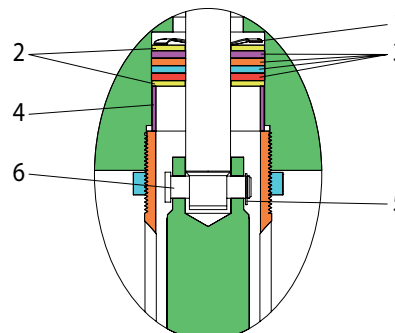

Figura 2
1. Allentare il controdado (90571) e svitare la pompa intera dal motore ad aria. Questo esporrà il pin del connettore (6) (vedi figura 2).
2. Rimuovere la (5) anello di fermo e (6) connettore pin per rilasciare l'asta del pistone motore aria dall'asta pistone pompa inferiore.
3. Rimuovere il distanziale (4), la rondella (2), quattro (3) imballaggi, rondella (2) e rondella (1) mossi dalla cavità aria motore (vedere figura 2).